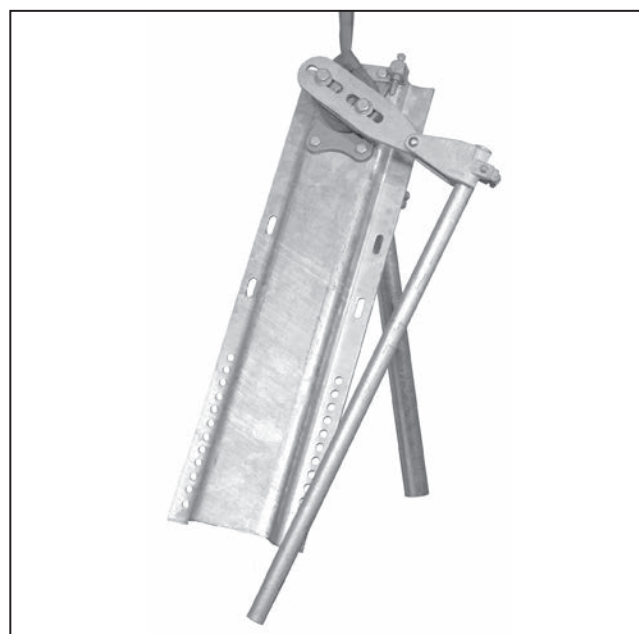

Figura 8. Faça o içamento do conjunto das ferragens de interligação até a posição.
PASSO 5. Faça o içamento do(s) conjunto(s) de ferragens de interligação e fixe-a(s) na posição conforme mostrado no diagrama de montagem. Ver Figura 8.